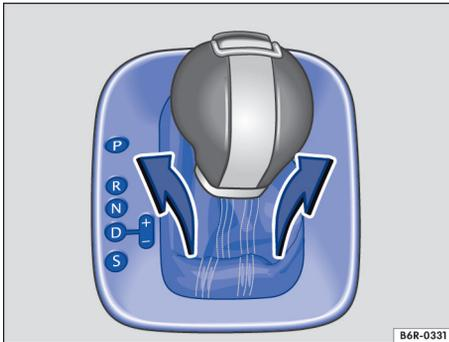

Fig. 178 Desmontar la cubierta de la corredera de la palanca selectora.
- Tire hacia arriba de la cubierta por la zona del guardapolvo de la palanca selectora ⇒ fig. 178.
- Pulse la tecla de bloqueo ⇒ fig. 178  de la empuñadura de la palanca y sitúe la palanca en la posición **N**.